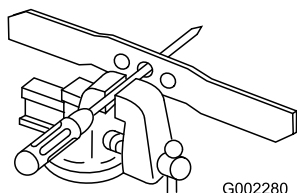

Figura 27
1. Verificați echilibrul lamei prin amplasarea orificiului central al lamei pe un cui sau o urubelniță a cărei coadă este fixată orizontal într-o menghină (Figura 27).